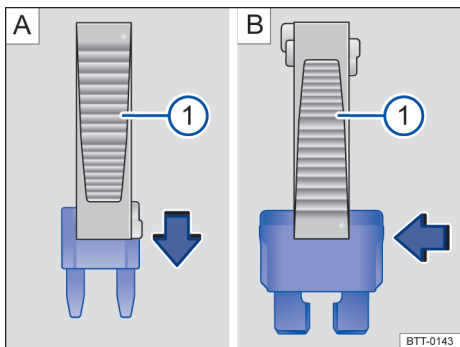

Fig. 121 Remover ou instalar um fusível com a garra da pinça de plástico ❶.
- Se necessário, retirar a pinça de plástico → Fig. 121 ❶ da cobertura da caixa de fusíveis.
- Em caso de *fusíveis pequenos*, encaixar a garra ❶ por cima → Fig. 121 A.
- Em caso de *fusíveis maiores*, empurrar a garra ❶ lateralmente sobre o fusível → Fig. 121 B.
- Caso o fusível esteja queimado, substituir o fusível por um novo da *mesma* intensidade de corrente (mesma cor e inscrição) e do *mesmo* tamanho → ❶.